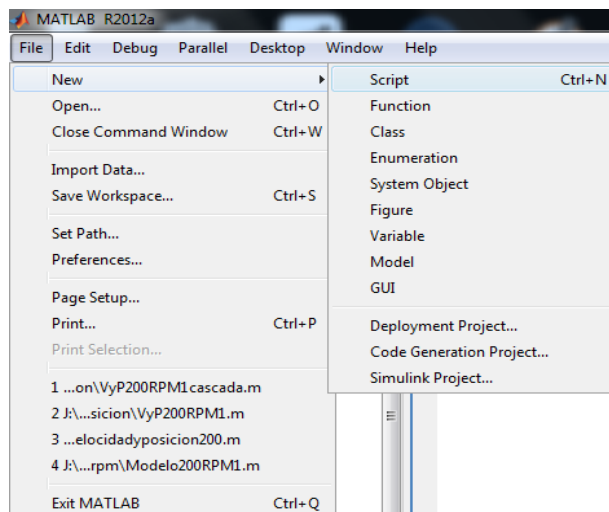

Figura 60. Procedimiento creación nuevo Script.
- En la pantalla principal de Matlab, haga click en *file*, después en *new script*. Como en la Figura 60. Se abrirá la pantalla *Editor*.